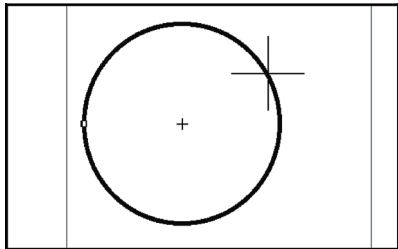

图 5-71 中心法绘制圆弧
4) 单击确认，即可得到一个圆弧，图 5-71 所示为使用中心法绘制的圆弧。